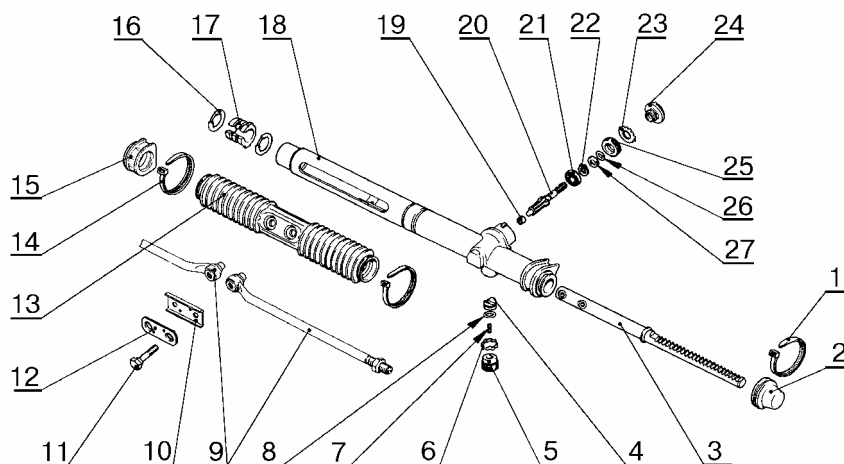

Рис.5. Детали рулевых механизмов 2108-3400012-10, 2110-3400012-20:
- снять хомут 1, рис.5, и защитный колпак 2 (отвертка плоская или нож технологический);